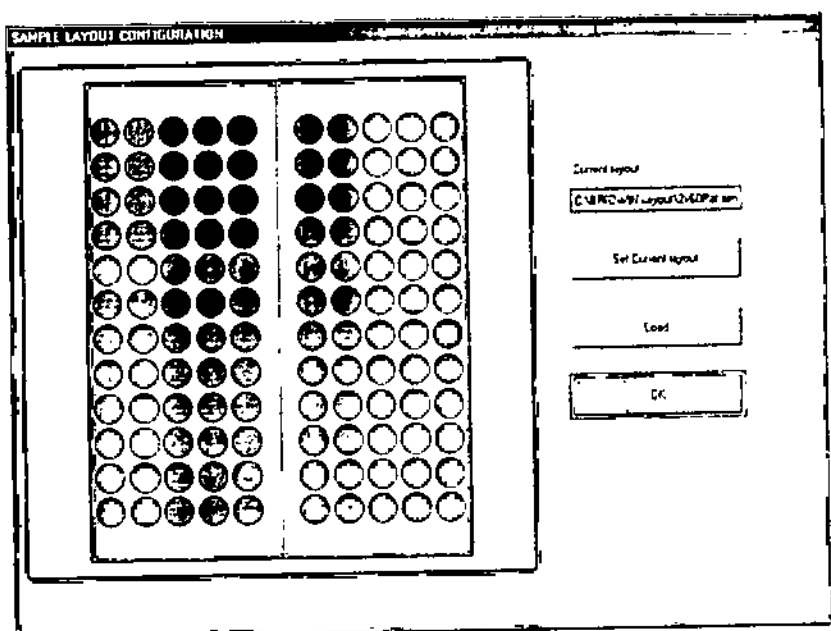

Fig. 7
- > **Select Sample**: Desde aquí se selecciona el tipo de gradillero de muestras (Fig. 7).